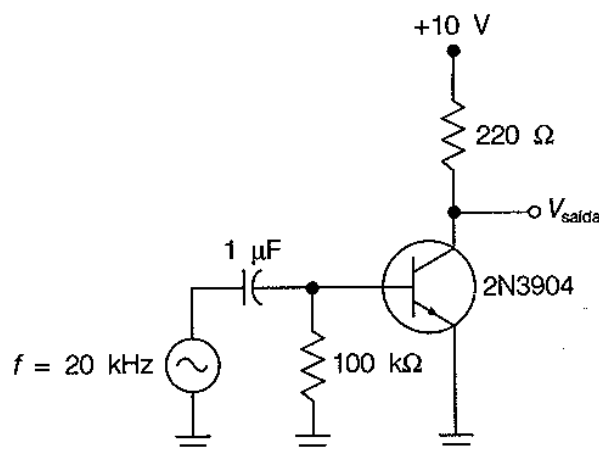

FIGURA 1
- 1 Monte o circuito da Figura 1.